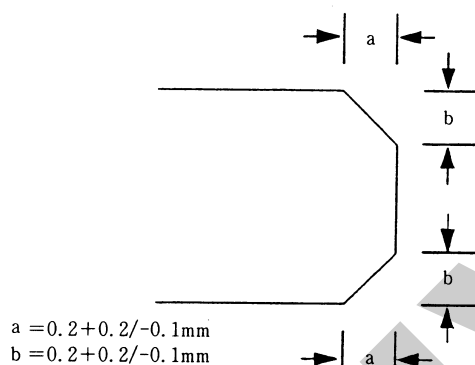

図 1
5.1 すべてのエッジは作業者の安全と粉塵発生の最少化を目的に処理される。エッジは図 1 のように面取りされる。その他のエッジ処理は関連情報 1 に略述されているように行われている。